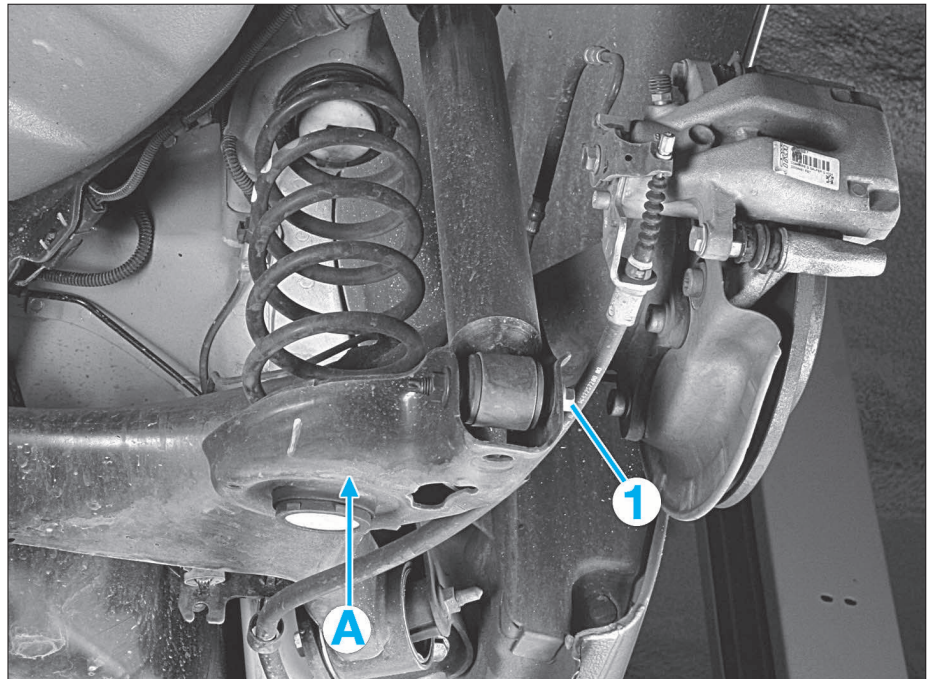
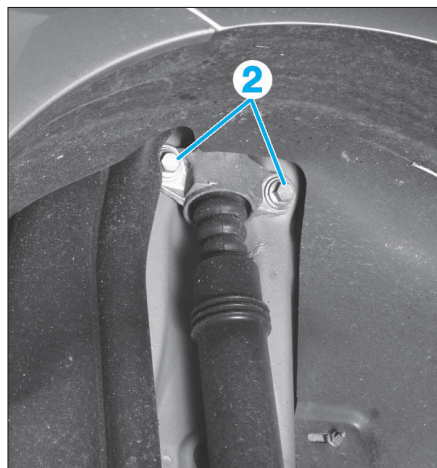

FIG. 36
FIG. 37
- Positionner un outil de levage en (A) (Fig.36).
- Déposer le boulon (1).
- les vis (2) (Fig.37)
- positionner un outil de levage en (A) (Fig.36)
- déposer le boulon (1)